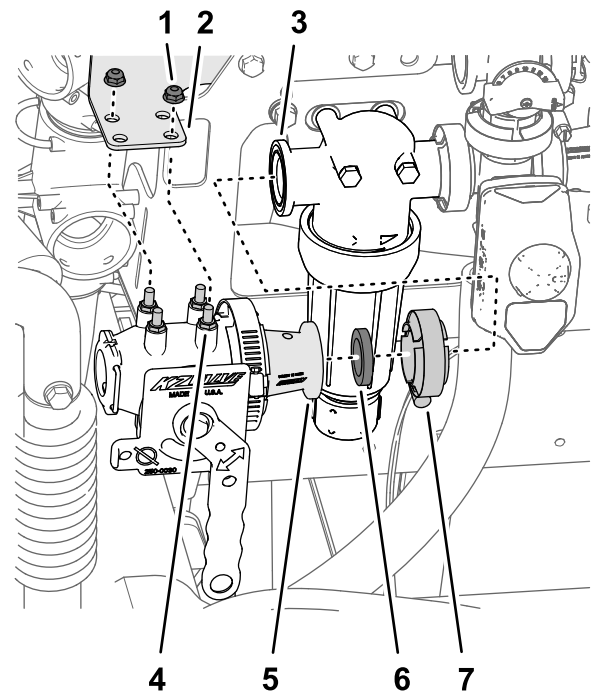

图 7
2. 使用您在 拆下软管 \(页码 4\) 步骤 2 中拆下的垫圈将异径管适配器清洁加药器阀的凸缘与压力式滤头图 7 的凸缘对齐。
3. 通过阀安装座支架的孔对齐压力式滤头的螺栓图 7。
4. 使用您在 拆下软管 \(页码 4\) 的步骤 2 中拆下的法兰夹具将异径管适配器的凸缘组装到压力式滤头图 7 的凸缘。